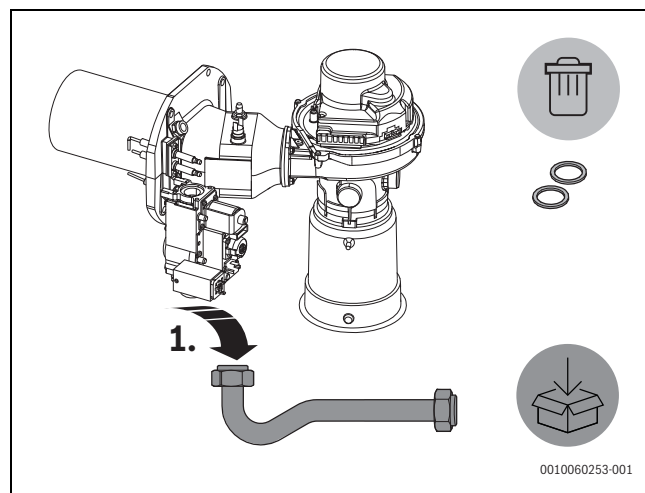

Fig. 7 Fjernelse af gasrøret
- ▶ Fjern gasrøret, og giv det til kunden med henblik på opbevaring. Bortskaf pakningerne på en miljømæssigt forsvarlig måde (→fig. 7, [1]).